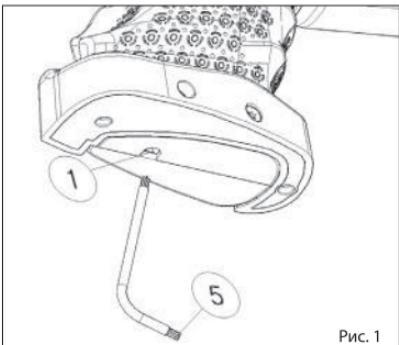
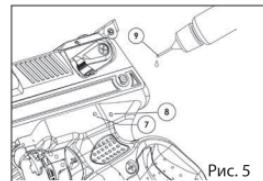

Рис. 1
Рис. 5
- 12 Le trou de réglage no:1 (figure 1), règle la puissance de ressort en cours de mouvement de soutien qui est le premier mouvement de la détente.
- 13 Pour obtenir un poids de détente plus élevé du mouvement de soutien de la détente, tournez à droite l'embout allongé de la clé torx (T8) (figure 1), que vous aurez introduit dans le trou no:1 et pour obtenir un poids de détente plus faible tournez à gauche.
- 15 Le réglage de la longueur de la pré-course se fait en tournant le vis ajusté dans le trou no:2 à l'aide de la clé torx (T8) no:5 (Figure2);pour diminuer la pré-course tourner à droite et pour augmenter la pré-course tourner du côté inverse, Figure 1, Figure 5
- 12 Das vorgesehene Loch Nr. 1 im Einstellungsring auf Abbildung 1, dient zur Einstellung der ersten Bewegung des Abzugs Akt's, mit dem die Federkraft zum Vorzugsgewicht eingestellt wird.
- 13 Wenn Sie die lange Spitze des Sonderschlüssels Nr. 5 (Tork Drehmomentschlüssel) in das vorgesehene Loch Nr 1 im Einstellungsring einführen und nach rechts drehen, erhöht sich das Vorzugsgewicht. Bei Linksdrehung verringert sich das Vorzugsgewicht (siehe Abbildung 1)
- 25 Nach jeweils 150 Schüssen sollten Sie das Triggersystem (Auslösesystem) mittels ein paar Tropfen Öl die Sie mit der Spitze vom Öler in Abbildung 9 genau wie in Abbildung 5 in die Löcher Nr. 7 und 8 schmieren. Wenn Ihnen das Öl ausgeht sollten Sie einen dünnen, flüssigen und anti-korrosions Öl gebrauchen welches bei Pneumatischen Systemen verwendet wird. Verwenden Sie niemals Speiseöl, dick und nicht flüssige Öle wie Fett.
- 12 Регулировочное отверстие (рис.1) регулирует усилие пружины при первом ходе спускового крючка - удержании.
- 13 Если Вы через отверстие № 1 вставите внутрь длинный конец динамометрического ключа № 5 (T8) (рис.1) и повернете его вправо –жесткость рабочего хода спускового крючка увеличится, если повернете влево жесткость уменьшится.
- 25 После каждого 150 выстрелов смажьте спусковой механизм, закапав несколько капель масла с помощью наконечника масленики № 9 (рис.5) через отверстия № 7 и № 8. Если закончилось масло, Вы можете использовать моловязкое, жидкое антикоррозийное масло со смазочными свойствами, которое применяется в пневматических системах. Категорически запрещается использовать столевые масла и густые, нежидкие смазочные масла.